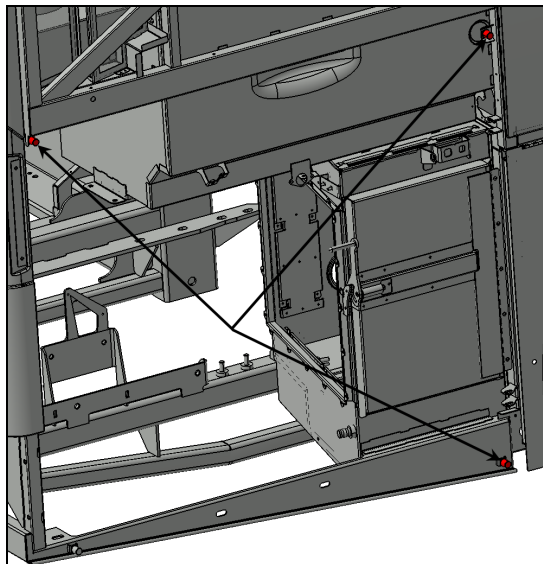
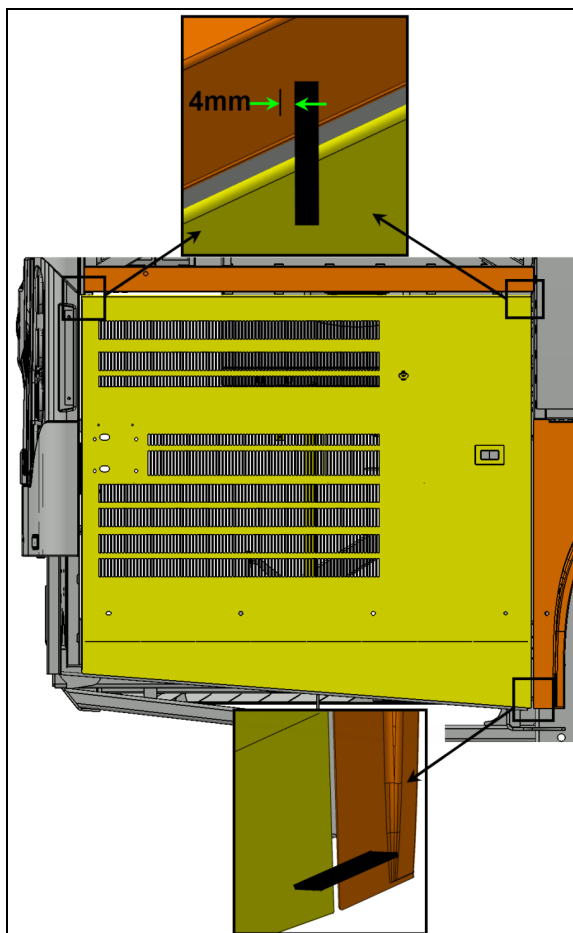

FIGURE 67:
FIGURE 68:
19. Visser ou dévisser les butées supérieures afin que la partie supérieure de la porte excède le panneau supérieur de $5/32''$ à $3/16''$ (4mm à 5mm) (Voir Figure 67: et Figure 68:).